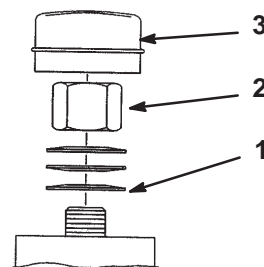

Figure 52
3. Retirez le capuchon anti-poussière de la roue et serrez le contre-écrou (Fig. 52).
4. Continuez de le serrer jusqu'à ce que les rondelles élastiques soient aplaties, puis desserrez-le de 1/4 de tour pour obtenir la précharge correcte des roulements (Fig. 52).
Important Veillez à installer les rondelles comme illustré à la Figure 52.
5. Posez le capuchon anti-poussière (Fig. 52).